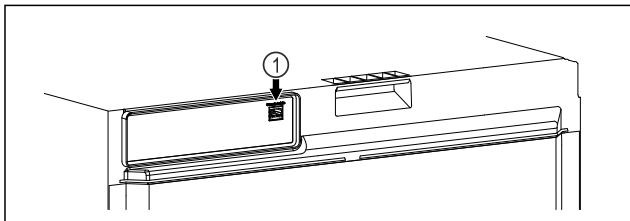

Fig. 102
- SmartModule Fig. 102 (1) встановлено.